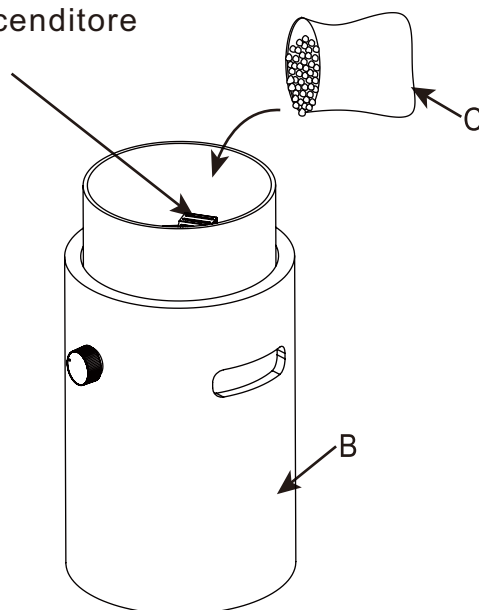

Figura 5
4. Posizionare le rocce laviche © all'interno del corpo del braciere (B). Sono necessari circa 0,5 kg di rocce laviche (vedere Figura 5).